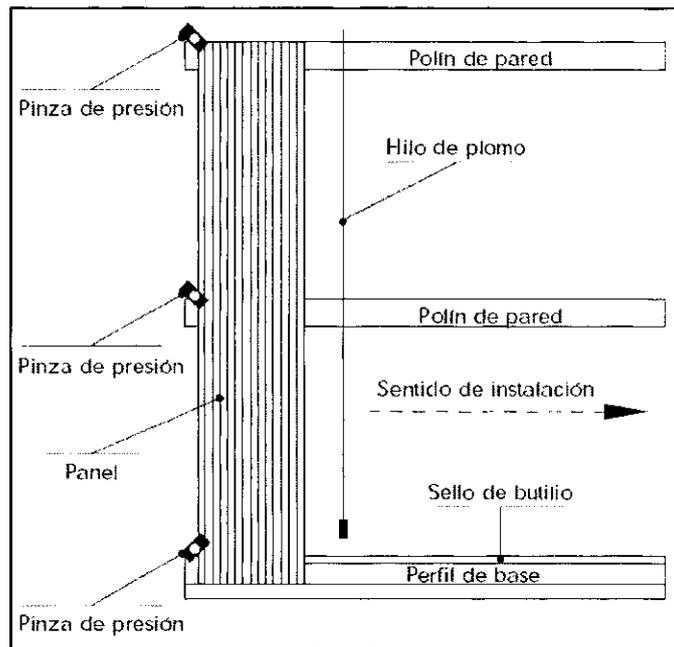

Fig. 4
4.3.2 Sobre los diseños constructivos indicar en la vertical el punto de salida del primer panel, teniendo cuidado con la alineación entre ellos. Tal operación puede ser efectuada con hilo o plomada. Fig. 4
4.3.3 Posicionar el primer panel con la plomada, controlar su verticalidad, después de que se ha sostenido provisionalmente a la estructura mediante las pinzas de presión si son necesarias. Fig. 4